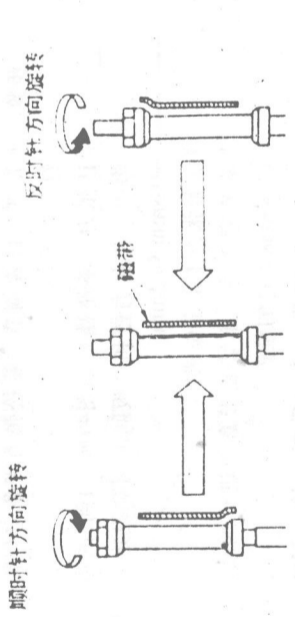

图 52
(2) 细调
准备: ① 将示波器的 CH-1 接 TP1510(PBPFM), CH-2 接 TP606(SW 25Hz), 连接图如图 52 所示;
② 使用测试装置是校正磁带(MH-2)和 0.9mm 六角扳手;
③ 录象机呈放演校正磁带(彩条);
④ 须调节点为导棍高度调节螺钉。